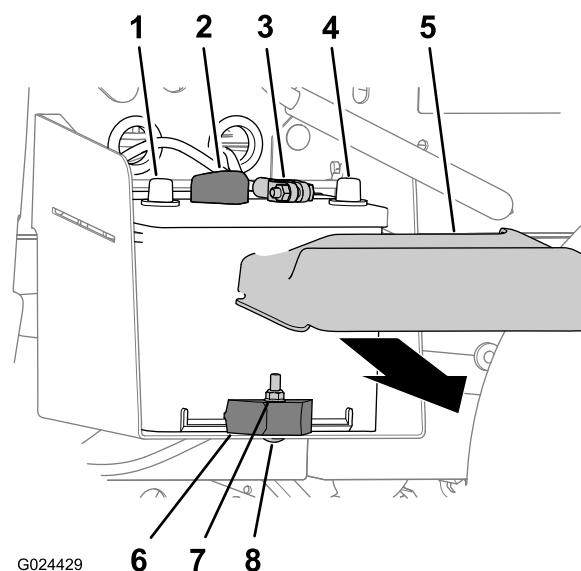

Figure 33
1. Appuyez de chaque côté du couvercle de la batterie et enlevez le couvercle en haut de la batterie (Figure 33).
2. Débranchez le câble négatif de la borne de la batterie (Figure 33).
3. Débranchez le câble positif de la borne de la batterie (Figure 33).
- Retirez le contre-écrou, le boulon de carrosserie et la barrette qui fixent la batterie à son support (Figure 33).
- Déposez la batterie de son support (Figure 33).
- Placez la batterie sur son support sur la machine (Figure 33).
Remarque: Vérifiez que les bornes positive et négative de la batterie sont alignées, comme montré à la Figure 33.
- Fixez la batterie à son support à l'aide de la barrette de maintien, du boulon de carrosserie et du contre-écrou (Figure 33).
- Branchez le câble positif à la borne de la batterie (Figure 33).
- Branchez le câble négatif à la borne de la batterie (Figure 33).
- Posez le couvercle sur la batterie (Figure 33).